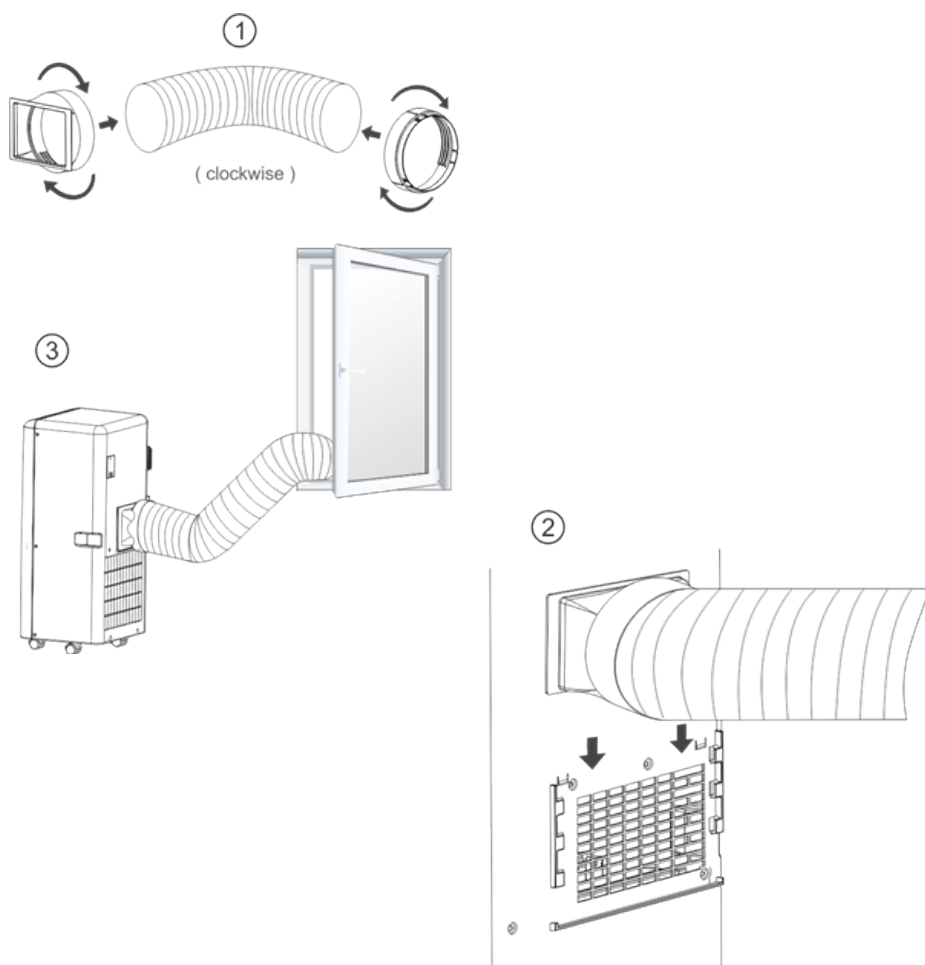

Fig.4
2. Insira o clip de fixação quadrado nas aberturas da parte posterior do condicionador de ar (veja a Fig. 4).